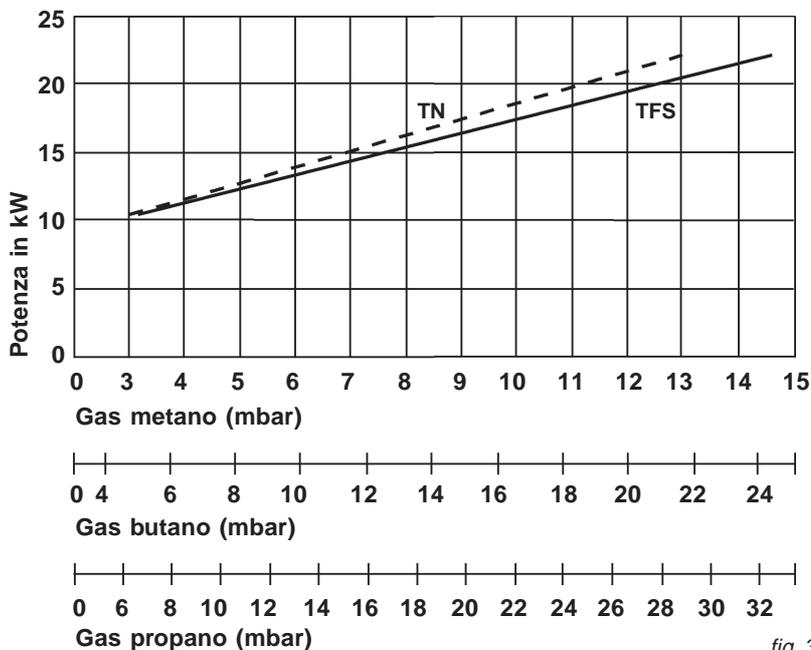

fig. 37
- Verificare il valore di pressione e, tramite il grafico (fig. 37), verificare se la potenza erogata dal generatore è corretta rispetto al fabbisogno dell'installazione;